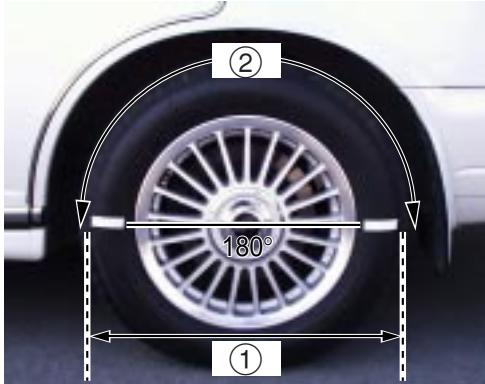

Fig. 1
- Magnetized range 180° (±15°) (Fig. 1,2)
- Magnetism removal range 180° (±15°) (Fig. 1,2)
- Select the tire to be magnetized and mark it. Use tape or another convenient item to apply marks at 180° (±15°) (from a point at the center of the wheel) with the portion of the tire that rests on the ground centered between the marks. (Fig. 1)
- The range of 180° (±15°) between the marks will be the magnetized range (①) and the remaining range of 180° (±15°) will be the range (②) over which the magnetism is removed. (Fig. 1,2)
- Zone magnétisée 180° (±15°) (Fig. 1,2)
- Zone à démagnétiser 180° (±15°) (Fig. 1,2)
Utiliser du ruban adhésif ou tout autre moyen pratique pour tracer sur le pneu deux marques à 180° (±15°) (par rapport au centre de la roue) de part et d'autre du point de contact avec le sol. (Fig. 1)
- Le secteur de 180° (±15°) entre les marques sera la partie à magnétiser (①) et les 180° (±15°) restants sera celle (②) devant être démagnétisée. (Fig. 1,2)